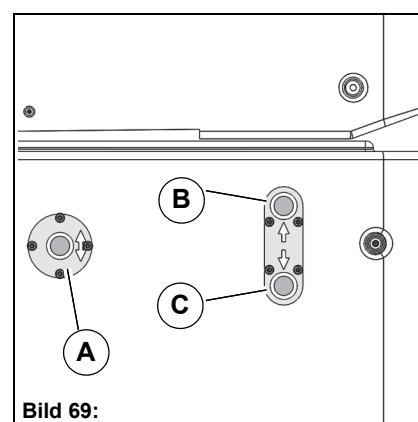

Bild 69:
- Lyfta tippåbyggnaden: Tryck på knappen **Bild 69-A** och knappen **Bild 69-B** samtidigt
- Sänka tippåbyggnaden: Tryck på knappen **Bild 69-A** och knappen **Bild 69-C** samtidigt